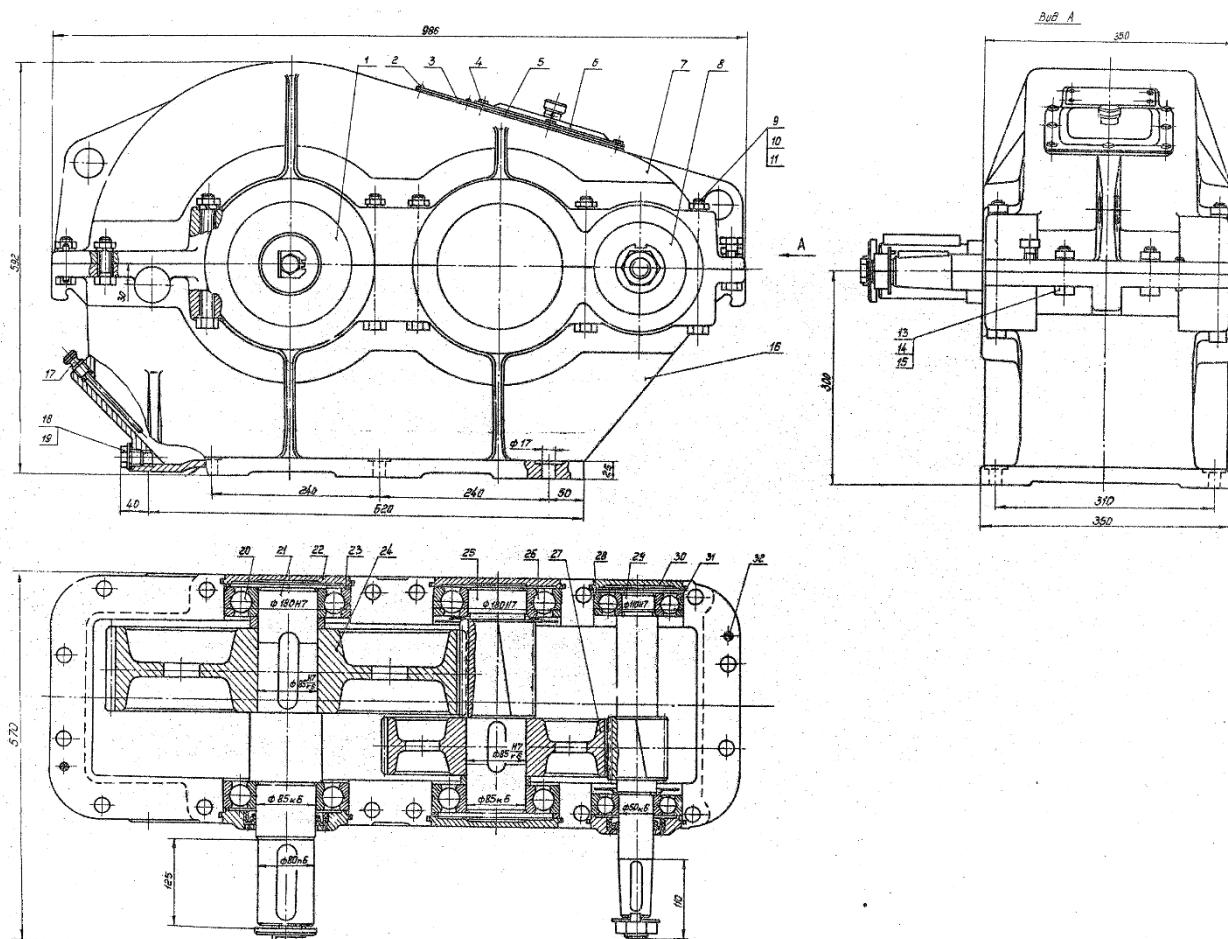

Рис. 1. Двухступенчатый цилиндрический редуктор
- Построить пространственную модель редуктора в системе Autodesk Inventor по чертежам общего вида, представленным на рис. 1 и 2.
5. Установить подшипники и мазеудерживающие кольца на валах редуктора согласно представленным чертежам на рис. 1 и 2. Провести расчет подшипников.
Значения модулей (мм) к рис. 1